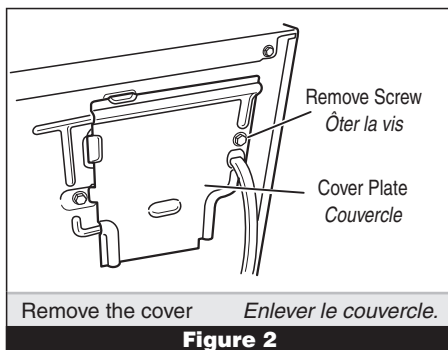

Figure 2
2. Remove the cover plate from the top right corner of the back of the dryer. See figure 2.
2. Enlever le couvercle dans l'angle supérieur droit à l'arrière de la sècheuse. Voir figure 2.